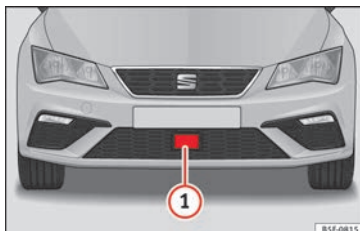

Fig. 210 Au niveau du pare-chocs avant : capteur radar.
Lorsque le véhicule est à l'arrêt, éteignez le moteur puis remettez-le en marche. Contrôlez la zone de l'emblème SEAT sur la face avant du véhicule » fig. 210 (pour déterminer si elle est sale, gelée ou a subi un choc). S'il reste indisponible, rendez-vous à un atelier spécialisé pour une révision du système.
Un capteur radar est monté dans le pare-chocs avant pour détecter la situation de la circulation » **fig. 210 ①**.
Ce message conducteur s'affiche si la visibilité du capteur radar est réduite du fait, par exemple, des feuilles mortes, de la neige, d'un brouillard épais ou de la saleté. Nettoyez l'emblème SEAT >>> **fig. 210**.